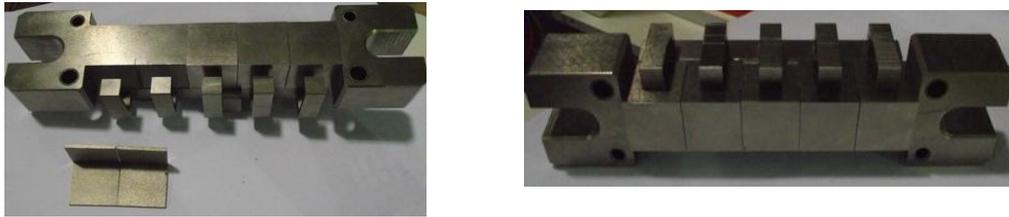

图 5
6.2.6 利用标配□型块夹住压紧板，将五块L型不锈钢块插于夹紧板上的夹片之中，使五块L型不锈钢块一起固定于夹紧板上，取下□型块。（见图5）
8.3 逆时针拧松两个固定螺帽，压进压紧板按照图 5 方法利用  型块夹住压紧板（方便 L 不锈钢块和压紧板的分离），取出压紧板，使用刀片，将五组试样座上的试样分别切开并去毛边即可。